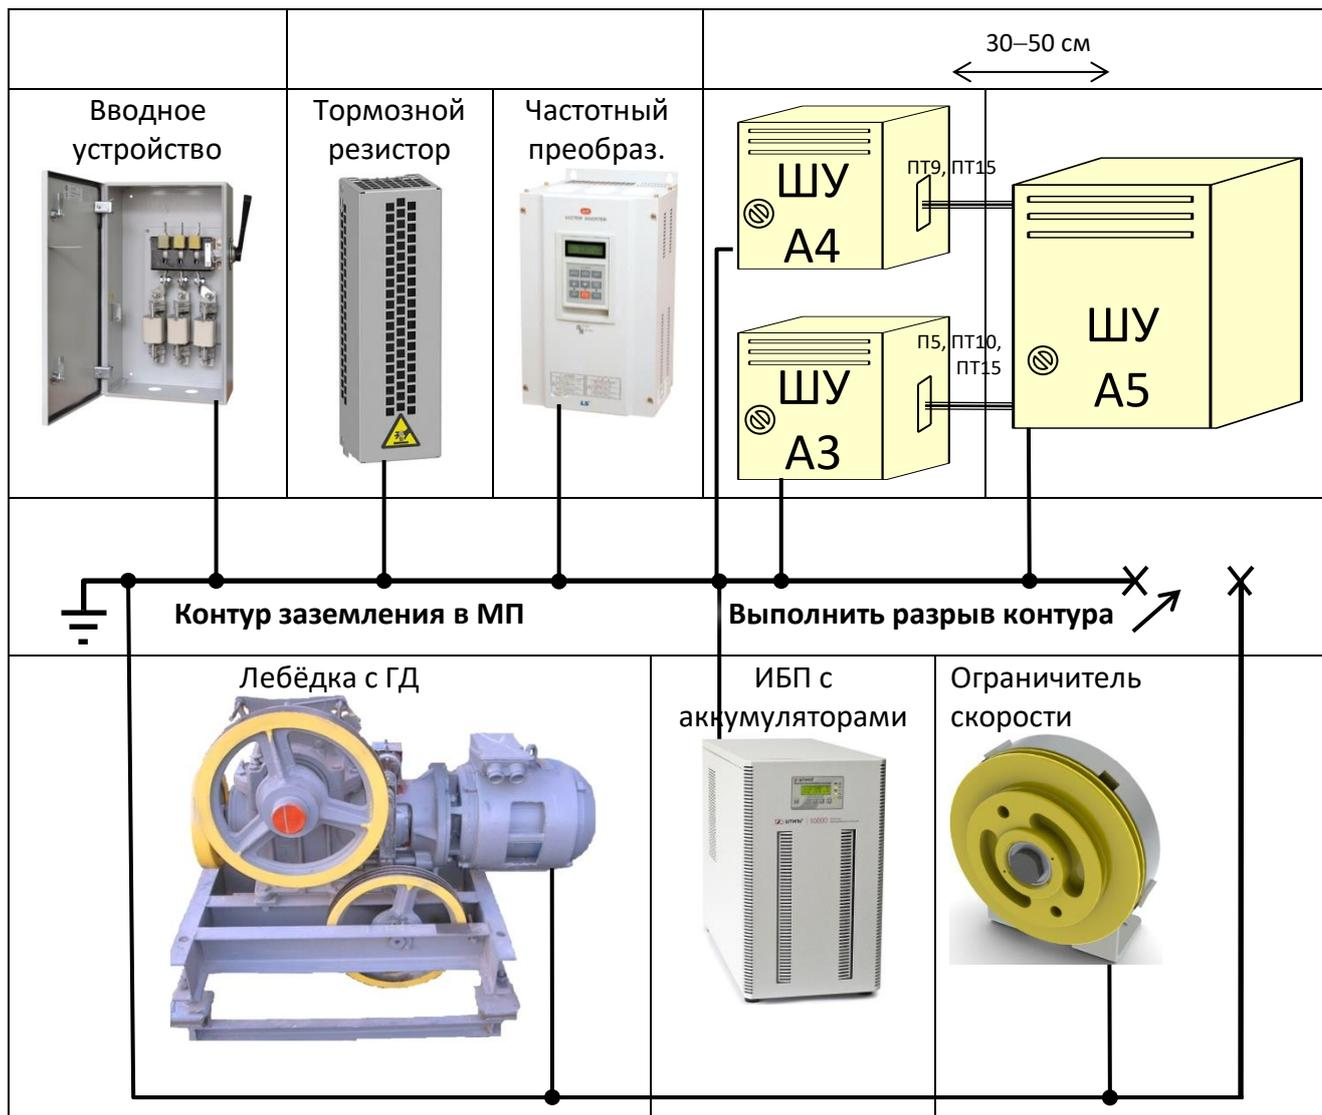

Рисунок 1 Рекомендуемое расположение узлов в МП
Для уменьшения влияния помех на электронные модули и узлы **СУЛ** рекомендуется располагать узлы **СУЛ** в МП в последовательности указанной на **Рисунок 1**
При расположении вводного устройства справа, размещение тормозного резистора, **ЧП, ШУ А4, ШУ А5** должно быть сохранено в соответствии с **Рисунок 1**
- Выполнить монтаж ЧП слева от ШУ А4, см. Рисунок 1